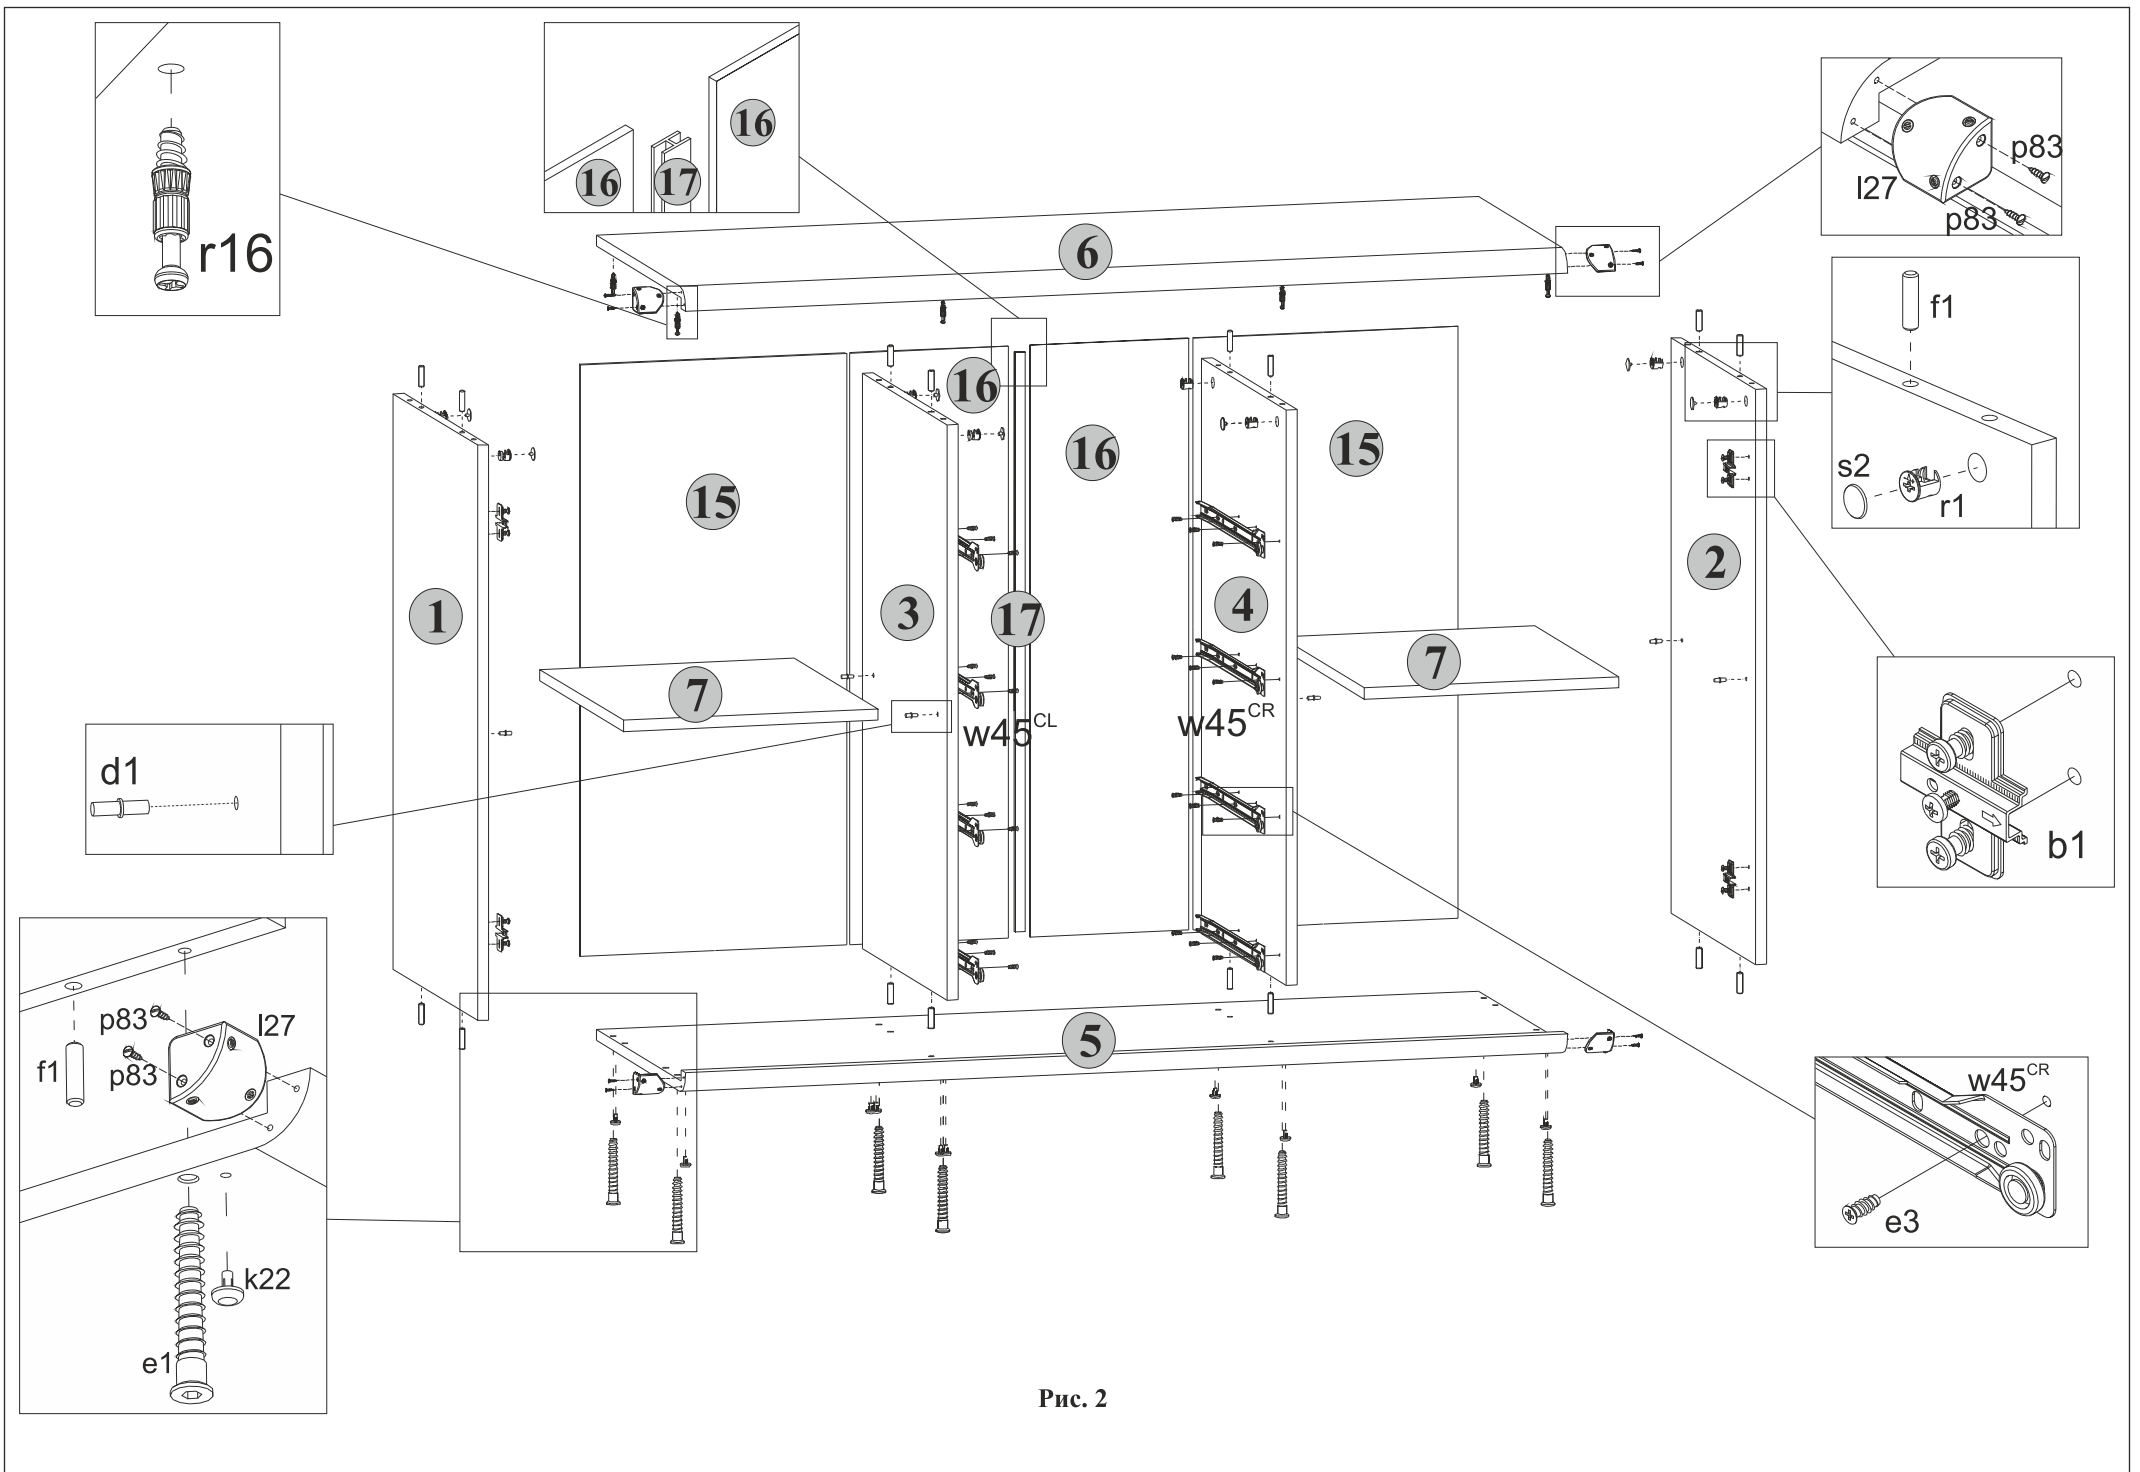

Рис. 2
стенок средних 3 и 4 вбить деревянные шканты f1 (см.рис. 2).
5.6 На внутренних поверхностях стенок боковых 1 и 2, а также на правой поверхности стенки средней 3 и на левой поверхности стенки средней 4 в отверстия диаметром 15 мм вставить стяжки эксцентровые r1 (см.рис. 2).
5.7 В отверстия диаметром 5 мм на нижней поверхности щита верхнего 6 вкрутить винты стяжки r16, пользуясь крестообразной отверткой (см.рис. 2).
5.8 В отверстия диаметром 4,5 мм на нижней поверхности щита нижнего 5 вставить опоры полимерные k22 (подпятники) (см.рис. 2).
5.10 К деталям 1, 2, 3 и 4 присоединить щит нижний 5 и стянуть еврошурупами e1, пользуясь специальным ключом z1 из комплекта фурнитуры (см.рис. 2).
5.12 Закрепить стенки задние 15 на корпусе тумбы гвоздями l1 с шагом 80-120 мм, пользуясь молотком (см.рис. 2).